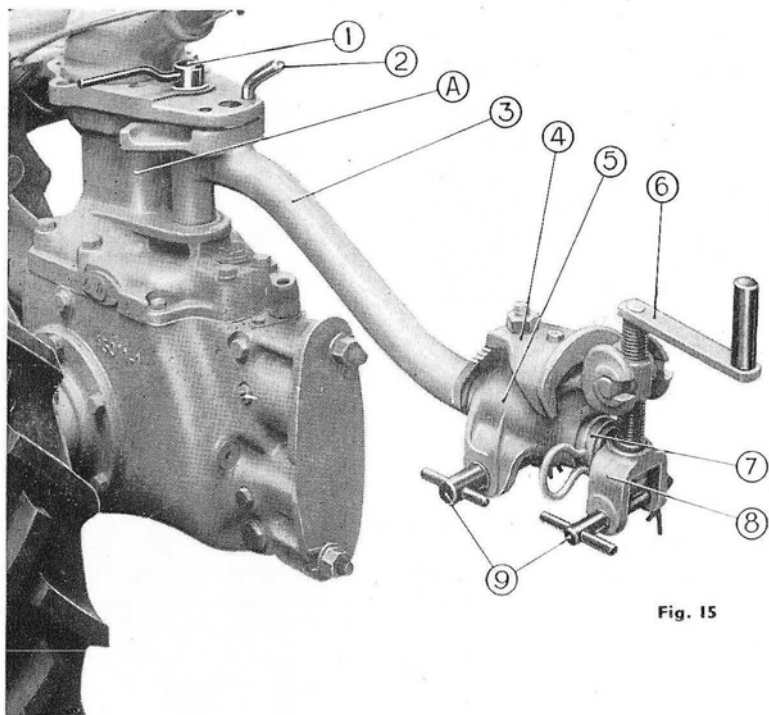

Fig. 15
a) **Articulation bloquée** (fig. 15). - La broche doit être introduite dans un des deux trous de côté du secteur.